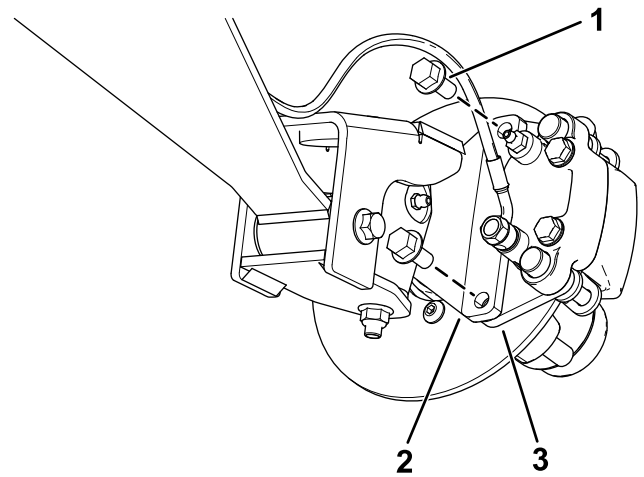
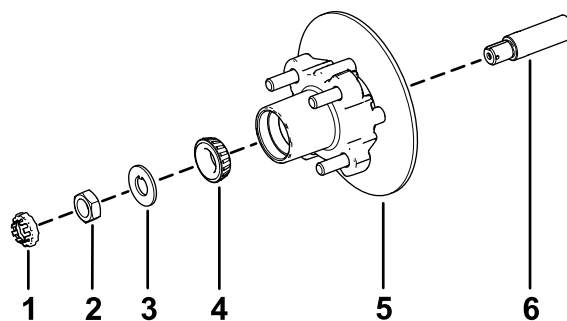

Figura 28
Figura 32
3. Retire los pernos con arandela prensada ($\frac{3}{8}$ " x $\frac{3}{4}$ ") que sujetan el soporte del conjunto de freno al eje y separe el freno del eje (Figura 28).
1. Aplique una ligera capa de la grasa especificada en el eje (Figura 32).
2. Monte el cubo y el rotor en el eje con el rotor hacia dentro (Figura 32).
3. Monte el cojinete exterior en el eje y acople el cojinete al anillo de rodadura exterior (Figura 32).
4. Monte la arandela con pestaña en el eje (Figura 32).
5. Enrosque la tuerca en el eje y apriétela a 15 N·m (11 pulgadas-libra), mientras gira el cubo para acoplar el cojinete (Figura 32).
- Alinee las pastillas de freno en cada lado del rotor (Figura 28) y los orificios del soporte de la pinza con los orificios en el montaje del freno del eje (Figura 32).
- Sujete el soporte de la pinza al eje (Figura 28) usando los 2 pernos con arandela prensada ($\frac{3}{8}$ " x $\frac{3}{4}$ ").